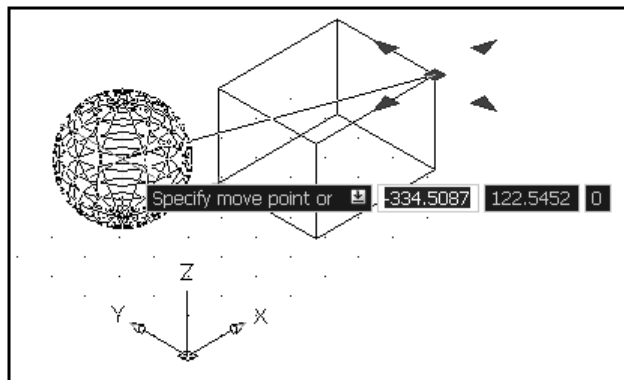

Рис. 1.22. Динамический ввод при перемещении сферы ручками
Динамический ввод позволяет вводить информацию около курсора (рис. 1.22), не используя командную строку, которая находится в нижней части окна команд. Более того, само окно команд может отсутствовать в текущей конфигурации рабочего пространства. В AutoCAD 2010 имеется воз-
- ◆ Курсорный ввод около указателя мыши, который используется для ввода абсолютных и относительных координат точек в специальное поле около курсора (см. рис. 1.22). По умолчанию вводятся относительные координаты, а если нужно ввести абсолютные координаты, измеряемые от начала текущей системы координат, то следует сначала ввести знак "решетка" (#) перед первой координатой. Кроме того, имеется режим по умолчанию для команд **MOVE** (ПЕРЕНЕСТИ), **COPY** (КОПИРОВАТЬ) и **ROTATE** (ПОВЕРНУТЬ).